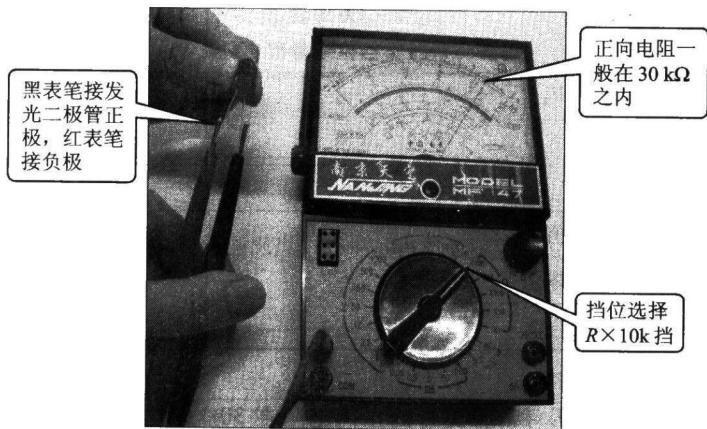

图 1-1-6 万用表测发光二极管正向电阻
(2) 测发光二极管正反向电阻
①测正向电阻（见图 1-1-6）